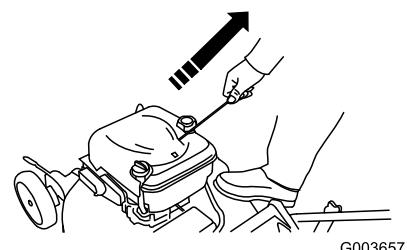

Figure 22
- Tirez la poignée du lanceur sur le moteur (Figure 22).